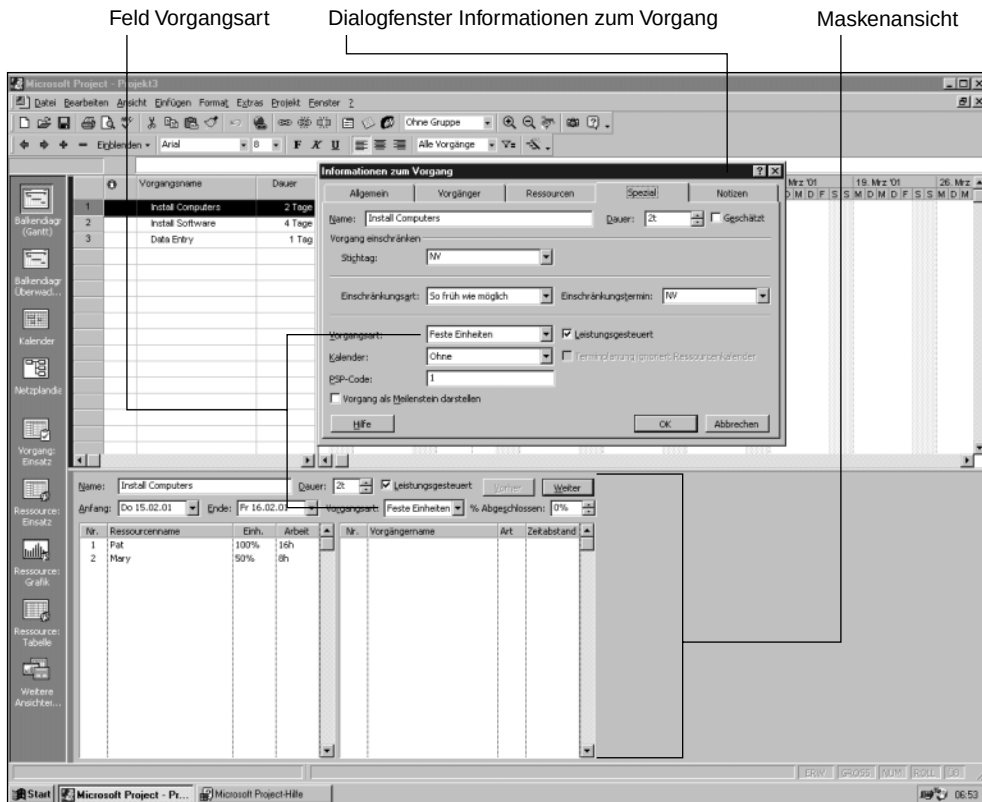

Abbildung 13.1:
4. Falls nötig, ändern Sie die Vorgangsart-Einstellung, durch klicken auf den Pfeil. Wählen Sie **FESTE DAUER**, **FESTE EINHEITEN** oder **FESTE ARBEIT** (siehe Abbildung 13.1).